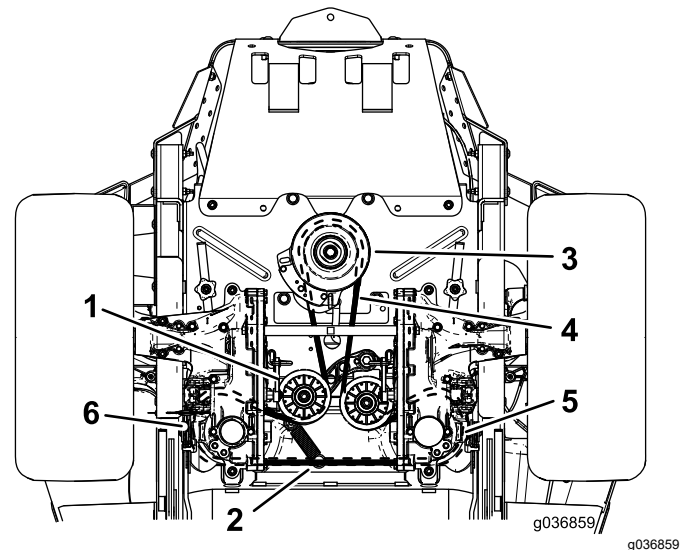

Figure 78
6. Débranchez le ressort de la poulie de tension du tenon (Figure 78).
8. Placez une courroie neuve sur la poulie du moteur et les 2 poulies de la pompe hydraulique (Figure 78).
4. Soulevez la machine sur des chandelles (Figure 78).